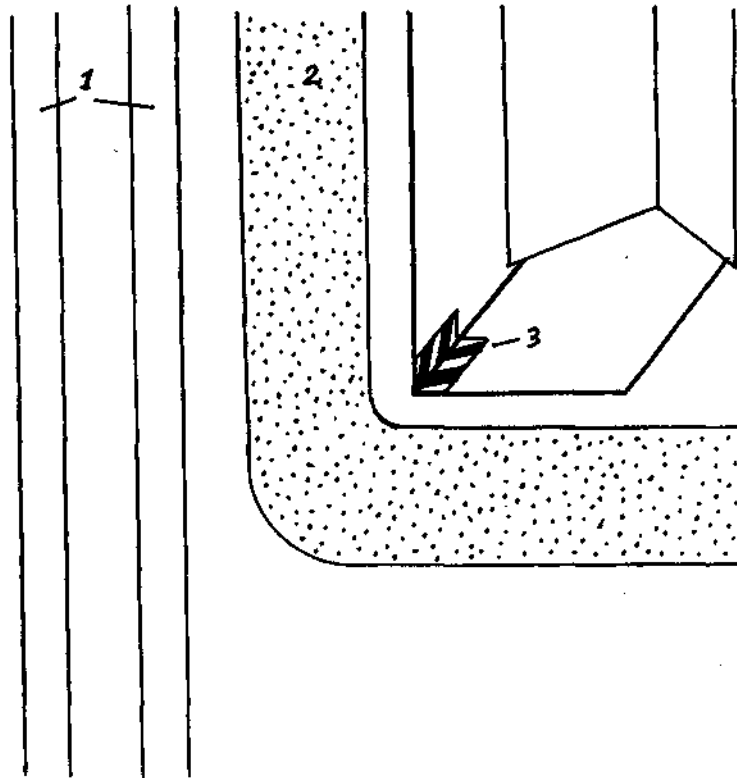

Рисунок 11. Обозначение угла здания вблизи автомобильной дороги предупреждающей окраской — чередующимся полосами желтого сигнального и черного цветов.
94. Угол здания, вблизи которого проложена автомобильная дорога, должен быть обозначен предупреждающей окраской (рисунок 11). Находиться у этого негабаритного угла здания при пропуске автотранспорта запрещается.